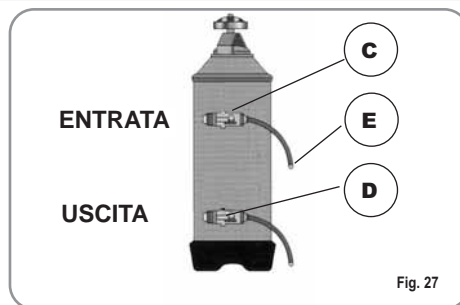

Fig. 27
- 1) Spegner la macchina e mettere un recipiente della capacità di almeno 5 litri sotto il tubo E (Fig. 27).